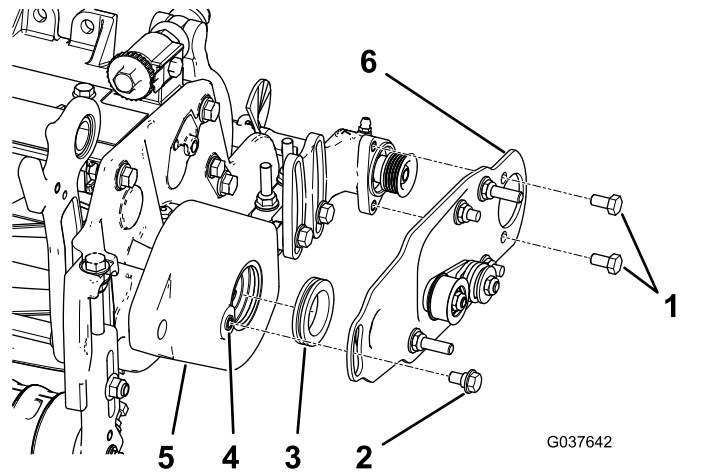

Figure 11
2. Appliquez une couche de graisse dans le diamètre intérieur de la douille du carter de la brosse de rouleau (Figure 11).
3. Posez la plaque de de la brosse de rouleau gauche ou droite (Figure 11).
- Appliquez du frein-filet sur les 2 boulons (5/16" x 1/2") et fixez la plaque de brosse au logement de roulement de la brosse à l'aide de ces boulons (Figure 11).
- Nettoyez la peinture présente sur les filets du carter de la brosse de rouleau à l'aide d'un taraud de 5/16"-18 avant de visser le boulon à épaulement en place (Figure 11).
- Appliquez du frein-filet sur le boulon à épaulement (Figure 11).
- Fixez la plaque de brosse au carter de brosse avec le boulon à épaulement (Figure 11).